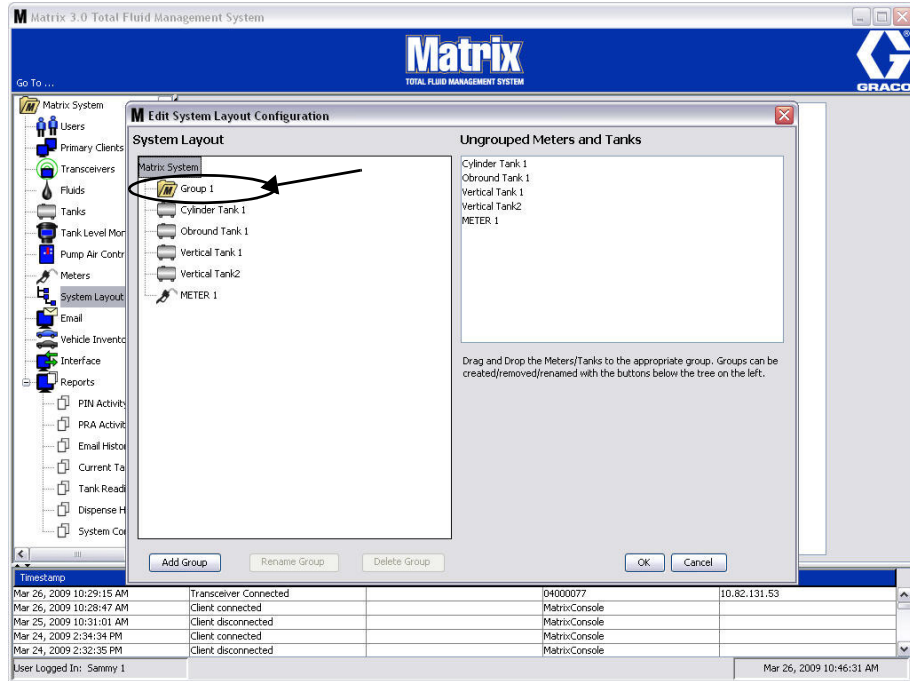

图 127
6. 在屏幕 Matrix 系统一侧添加一个文件夹，所图 127 中所示。